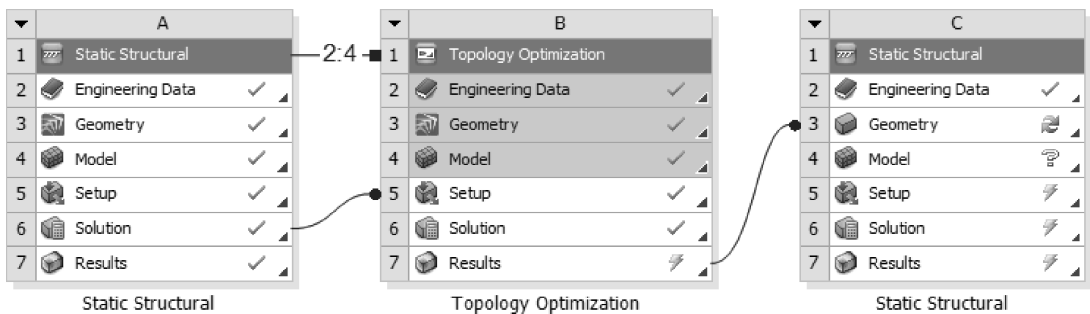

图 12-100 创建设计验证分析系统
(1) 右键单击拓扑优化分析【Results】→【Transfer to Design Validation System...】，转移验证分析系统进行设计验证，如图 12-100 所示。